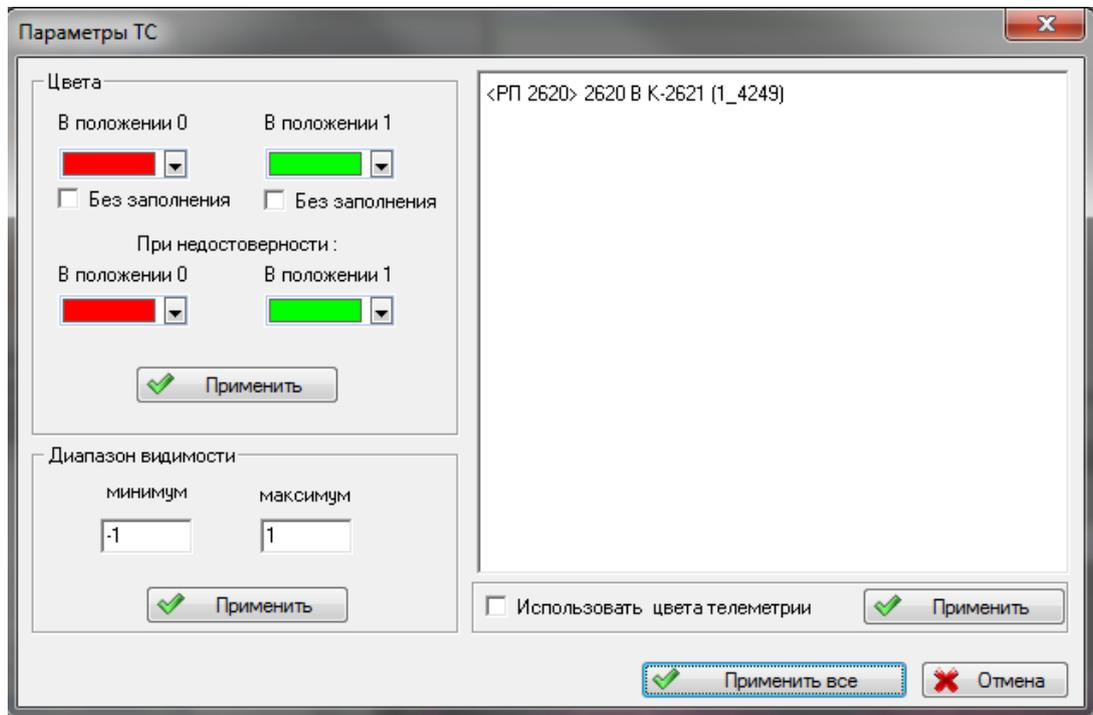

Рисунок 7.12 – Окно **«Параметры ТС»**
- Настроить цвета положений элемента **Ячейка КРУ** с помощью окна **«Параметры ТС»** (Рисунок 7.12).